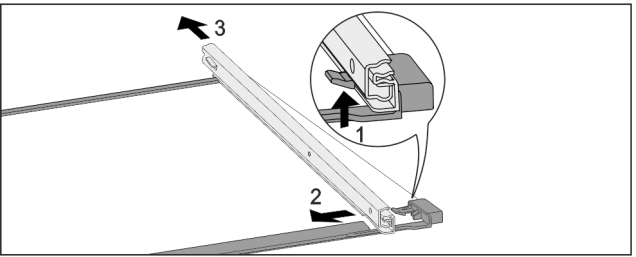

Fig. 179 带轨道的玻璃隔板
- 向上按前端的锁定钩。 Fig. 179 (1)
- 将牵伸轨推向一侧 Fig. 179 (2)，然后向后 Fig. 179 (3) 推。